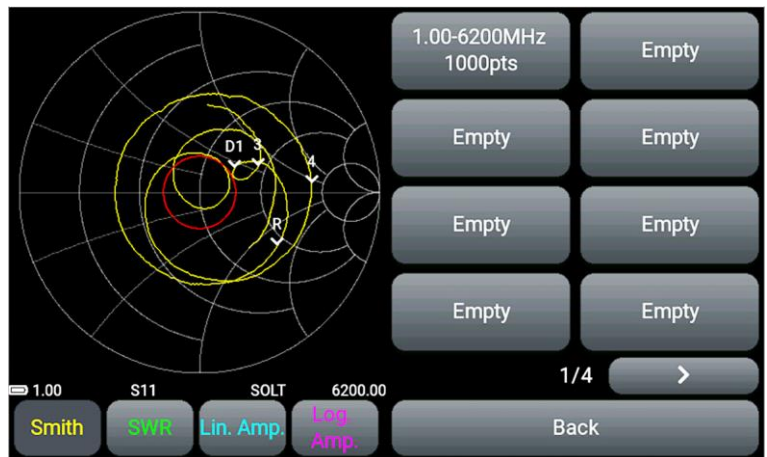

Рисунок 9.26 – Меню для сохранения результатов измерений
9.13.1. Войдите в раздел **Traces** главного меню прибора (Рисунок 9.26).